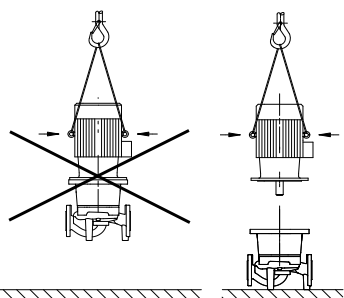

Fig. 6: Transport af motoren
- Transportringene på motoren er kun tilladt til transport af motoren og ikke af hele pumpen (fig. 6).